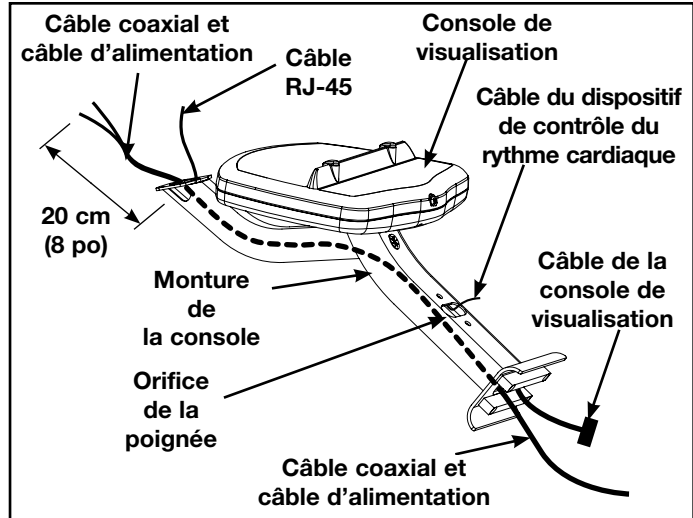

Figure 14
- C. Enfoncez le câble coaxial et le câble d'alimentation dans la base de la monture de la console jusqu'à ce qu'une longueur de câble de 20 cm (8 po) sorte du dessus. Reportez-vous à la figure 14.